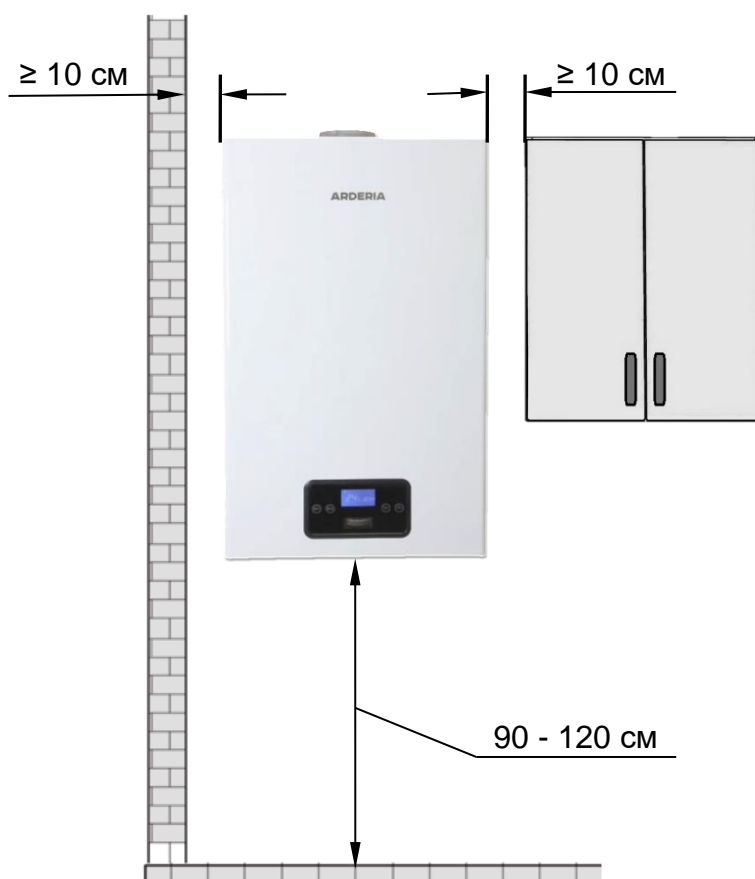

Рис. 14
- При установке котла в квартирах многоквартирных жилых домах при поквартирном отоплении, расстояние от котла до любой боковой стены **должно быть** не менее 10 см. (См. Рис. 14).
- Высота установки котла должна быть удобной для эксплуатации, ремонта и обслуживания. **Рекомендуемая высота** установки котла от 0,9 до 1,2 м. определяется от уровня чистого пола до нижнего основания корпуса котла. (См. Рис. 14).